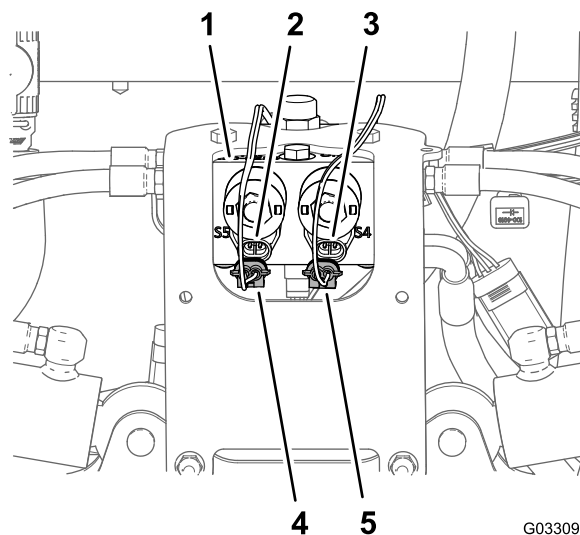

Figure 31
1. Débranchez le connecteur à 2 broches du faisceau de rampe sonique du connecteur à 2 douilles du solénoïde d'activation de vérin droit sur le collecteur de vérin de levage (Figure 31).